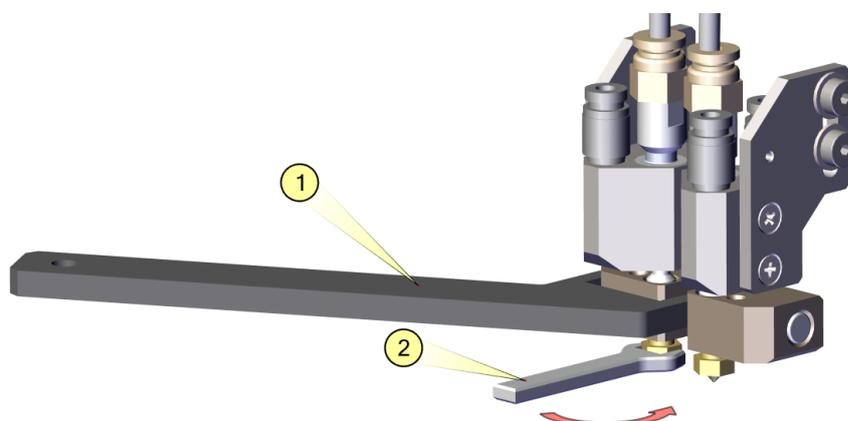

Рисунок 18 – Смена сопла экструдера
По умолчанию в экструдере установлены сопла 0,4 мм. Для изменения детализации 3D-печати необходимо произвести замену сопел. В комплекте ЗИП поставляются сопла диаметрами 0,3 мм, 0,4 мм, 0,5 мм и 0,6 мм. Для замены нагрейте сопло до рабочей температуры находящегося в нем материала, выполнив команду «ОСНОВНОЕ МЕНЮ – НАСТРОЙКИ УСТАНОВКИ – ТЕМПЕРАТУРА – <ВЫБОР ЭКСТРУДЕРА>». Снимите кожух (см. п. 2.3.4), зафиксируйте один нагревательный блок спецключом (1) и выкрутите гаечным ключом (2) сопло (рисунок 18). При установке нового сопла необходимо закрутить его в термобарьер до упора.